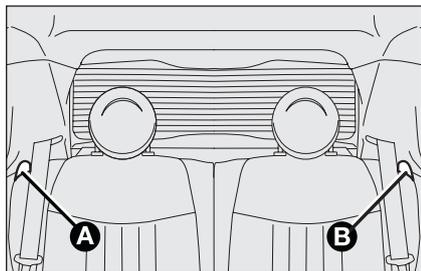

fig. 53
- agire sulle levette **A** o **B**-fig. 53 per sbloccare rispettivamente la porzione sinistra o destra dello schienale e accompagnare lo schienale sul cuscino.
- agire sulle levette **A** e **B**-fig. 53 per sbloccare gli schienali e accompagnarli sul cuscino.